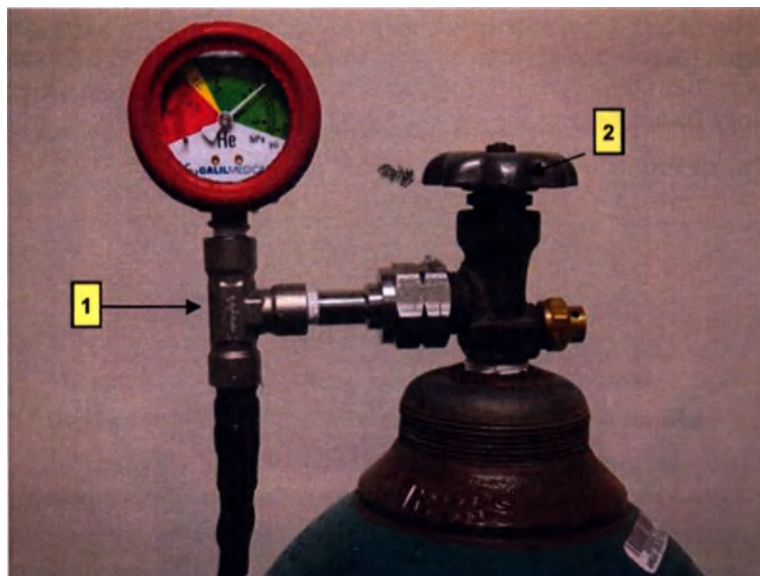

Рис. 7. Подготовка баллона с газом
2. Подсоедините к баллону с гелием трубку подачи гелия под высоким давлением, закрепив адаптер с манометром на соединении к баллону (Рис. 7).